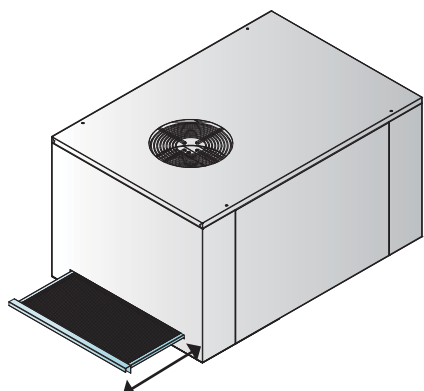

рис. 12
- Если машина имеет Рекуперация тепла с помощью теплового насоса, очистите съемный фильтр (см. рис. 12).